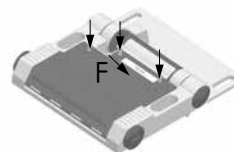

Abb. 4
- Danach die 3 Deckelschrauben einschrauben (Abb. 4) und gleichmäßig mit einem Anzugsdrehmoment 0,6 Nm anziehen.